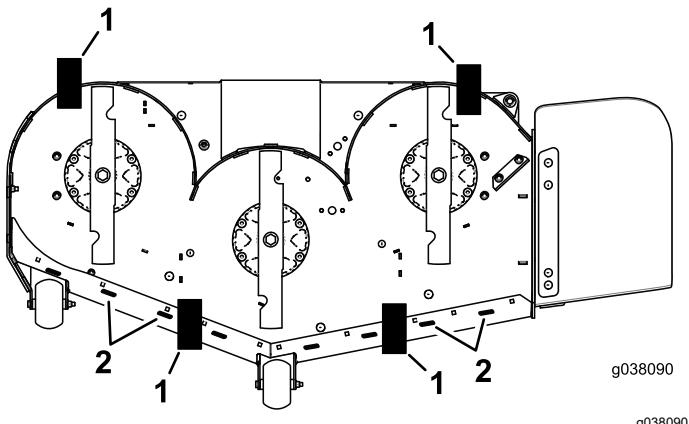

Figure 101
11. Coloque 2 bloques (ver Altura de bloque y soporte) debajo del borde trasero del faldón de la carcasa de corte, uno en cada lado de la carcasa de corte (Figure 101).